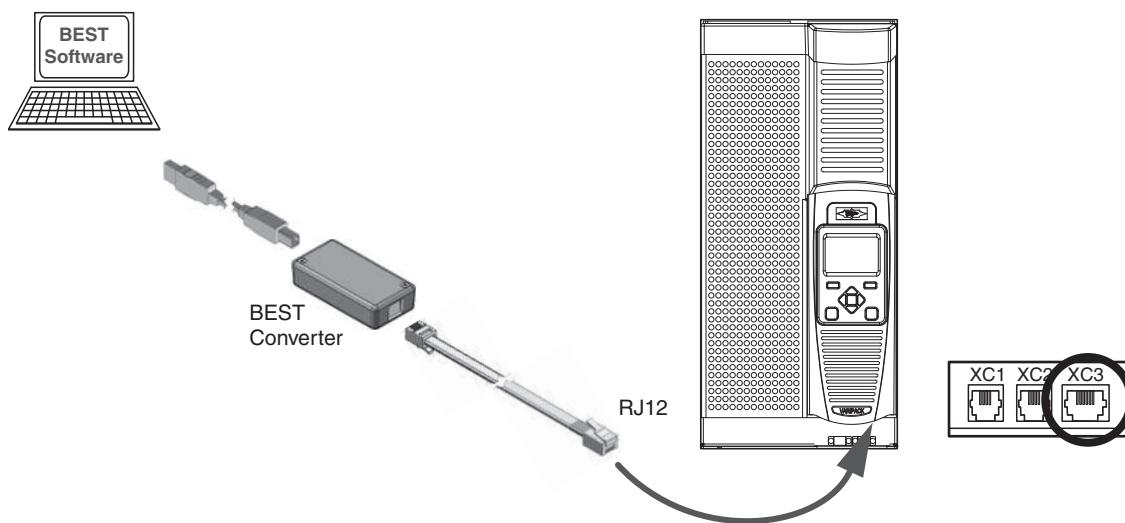

Abb. 25: VARIPACK via BEST Schnittstellenkonverter und RJ12-Kabel mit einem PC/mobilen Endgerät verbinden
- BEST Schnittstellenkonverter mit dem RJ12 Kabel in die rechte Buchse (XC3) an der Unterseite der Schnittstellenerweiterung am VARIPACK FU einstecken (siehe Abbildung 25, Seite 78).